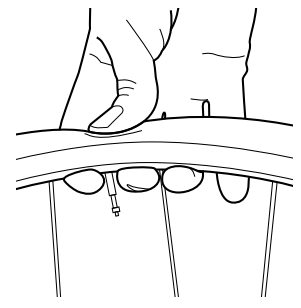

Abbildung 5: Drücken Sie den Reifen ein, damit das Ventil heraustritt.
7. Drücken Sie mit dem Daumen auf den Reifen, so dass das Schlauchventil so weit wie möglich aus der Felge herausgedrückt wird (Abbildung 5). Halten Sie mit der anderen Hand den Ventilaufsatz der Air Rush-Pumpe fest, und drücken Sie die Pumpe vorsichtig auf das Schlauchventil.